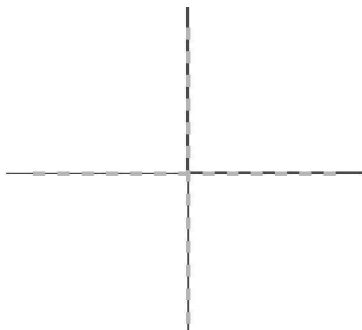

图 2-7 垂直线绘制
③ 设定 Y 轴起始点位置 **X 0.0** **Y 500**，设置线段长度及角度为 **100.0** **90.0**，完成后如图 2-7 所示（此方式可以用于绘制极坐标线）。